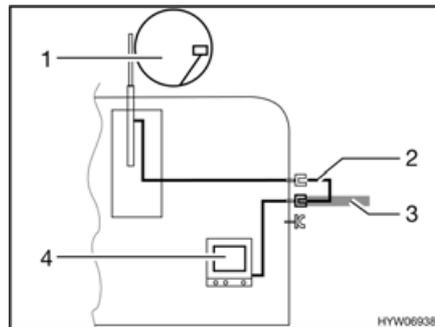

Fig. 149 TV en el vehículo
- TV en el vehículo (Fig. 149,4): Conexión a la antena del techo (Fig. 149,1) con el cable de conexión (Fig. 149,2)
- TV en el vehículo (Fig. 149,4): Conexión a antena externa (Fig. 149,3)